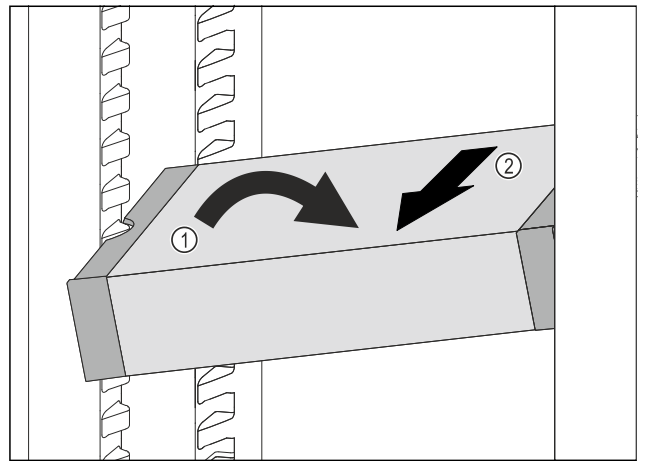

Fig. 117
- ▶ Poziționați oblic VarioSafe în frigider. Fig. 117 (1)
- ▶ Extrageți VarioSafe spre înainte. Fig. 117 (2)